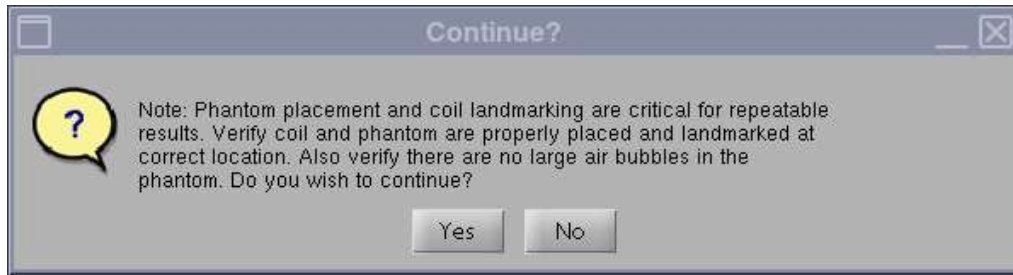

图 4
3. 启动之后，将会出现写着 "Phantom placement and coil landmarking are critical for repeatable results"（模体更换和线圈标记对准对于可重复结果非常重要）的注释。如果已正确设立标记并且模体中没有气泡，单击 [Yes]（是）以继续。（图 4）。